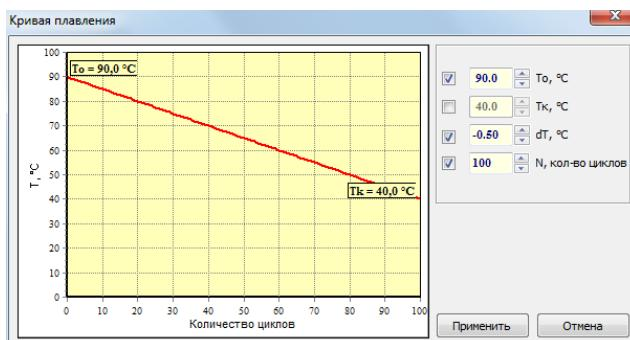

Рис.43 Инермент по температуре для блока «Кривая плавления»
2. В соответствующей строке таблицы с программой амплификации с помощью кнопки открыть окно Кривая плавления (Рис.43) для редактирования начальных параметров этого блока.